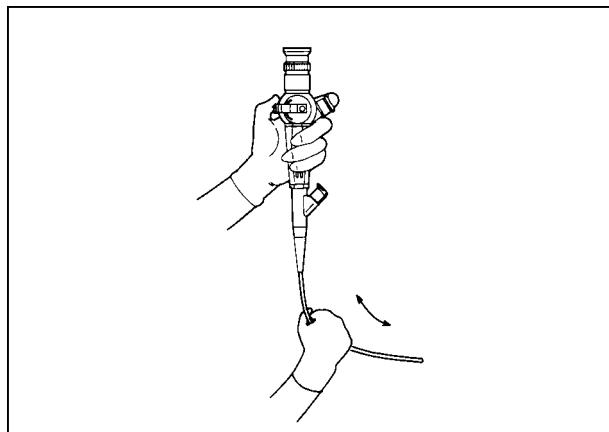

Рис.3.2
4. Произведите тщательное обследование кончиками пальцев всей поверхности вводимой трубы для выявления выступающих участков и других дефектов (см. рис. 3.2).